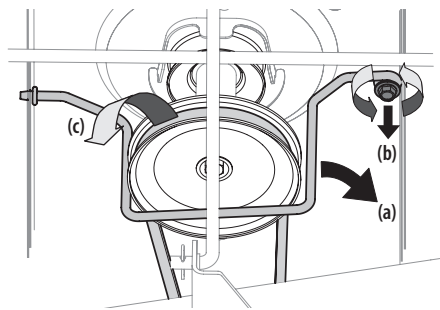

Figure 30
3. Enlevez la tige de retenue de la courroie (a) autour de la poulie du moteur en retirant le boulon autotaraudeur (b) qui la fixe. Voir Figure 30.
4. Retirez la courroie (c) autour de la poulie du moteur et de la poulie de tension. Voir Figure 30.